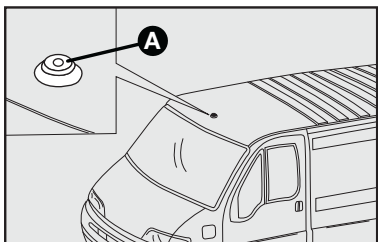

fig. 91
1) retirar o tampão de plástico **A-fig. 91** no teto do veículo;